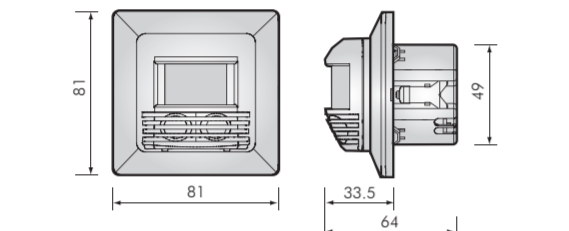

FIG.2
2.4. Dimensión: 81 x 81 x 64mm (Ver FIG. 2)